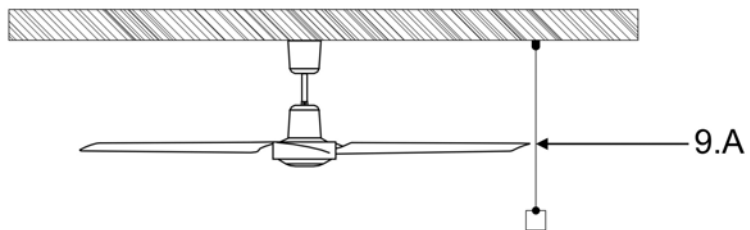

Fig. 9
- Cerca de la punta de una de las palas, fije en el techo un cordel con un peso. **(Fig. 9)**